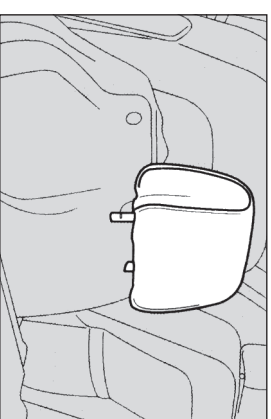

fig. 42
- Scoateți tetierele din spate prin tragere și plasați-le în spațiul disponibil din spatele pernei (fig. 42);